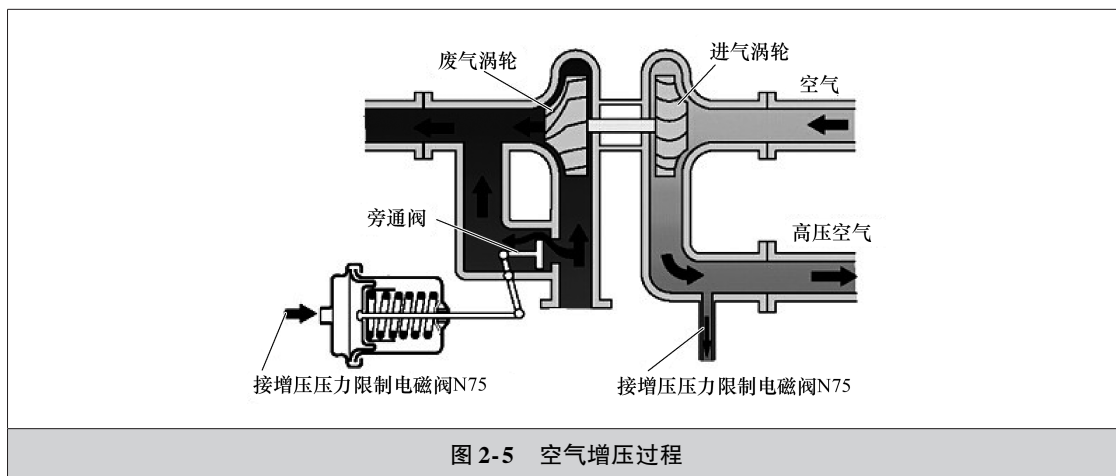

图 2-5 空气增压过程
(2) 空气增压过程 空气增压过程由发动机 ECU 通过监测增压压力传感器信号进行控制，当增压压力过大时，发动机 ECU 会控制增压压力限制电磁阀工作，增压后的高压空气进入增压压力限制阀，克服弹簧弹力以推动推杆将旁通阀打开（图 2-5），废气通过旁通阀流出，降低废气涡轮转速，减小涡轮增压压力。
(3) 增压压力限制电磁阀 增压压力限制电磁阀（N75）上有三个管口（A、B、C），它们通过橡胶软管分别与增压器压缩机出口、增压压力调节单元及低压进气管（压缩机入